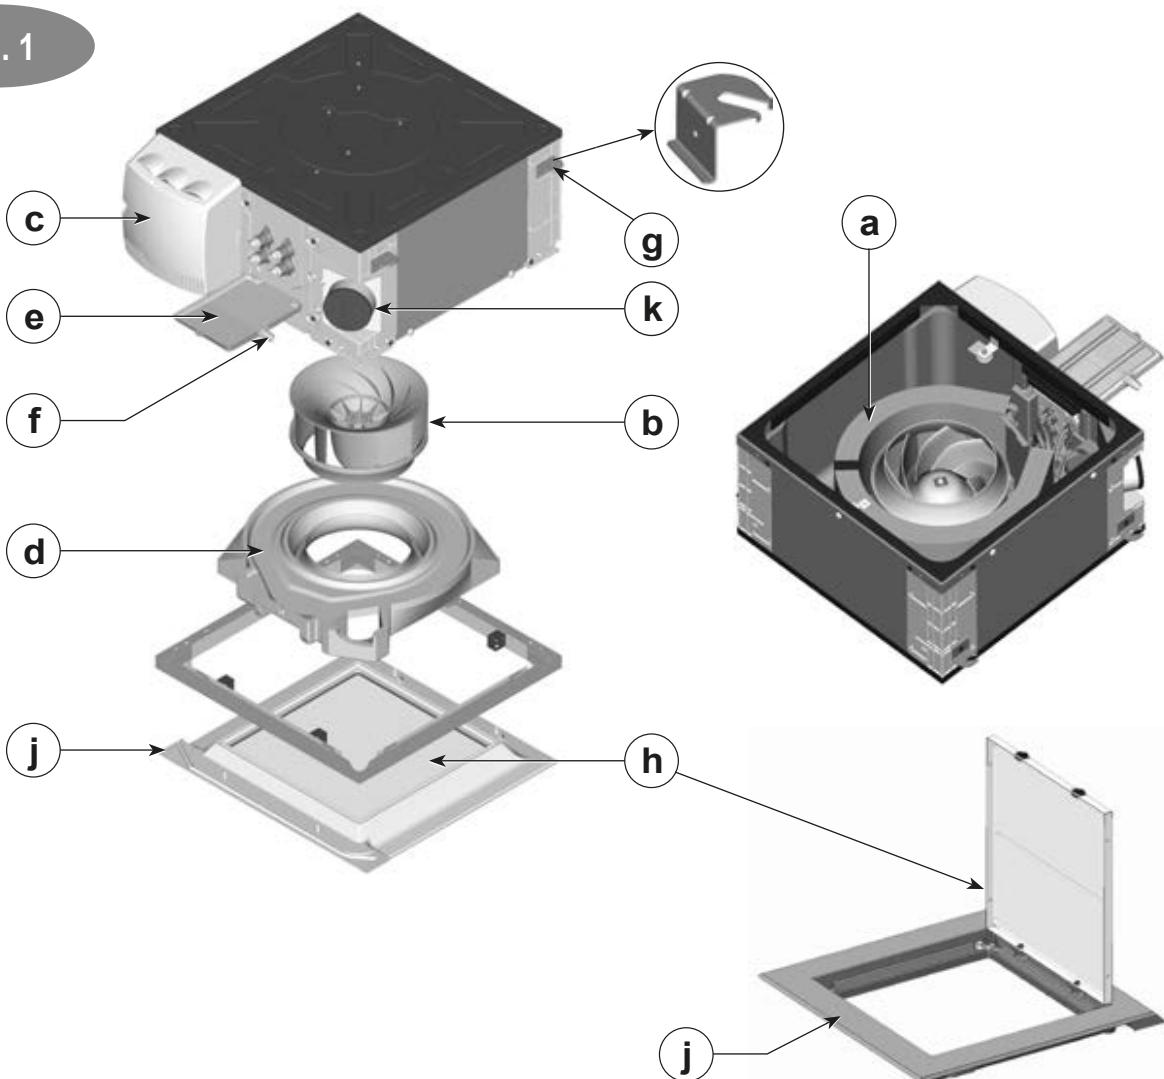

Fig. 2
3.1. Plaque signalétique (Fig. 2)